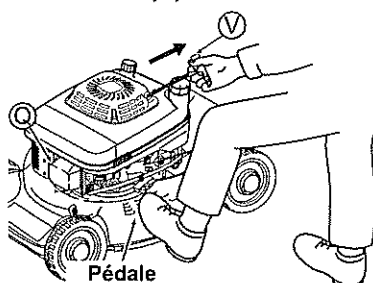

Fig. 11.
- 1 Installez le capuchon de la bougie (Q). (Voir Fig. 11.)
- 4 Pour démarrer le moteur, placez un pied sur la pédale du logement, tirez doucement sur le bouton du Démarreur (V) et arrêtez temporairement de tirer lorsque vous sentez une certaine résistance du bouton (Voir Fig. 11.), puis tirez fortement sur le bouton à partir de cette position. Après cela, faites doucement revenir le bouton du Démarreur (V) dans sa position initiale.